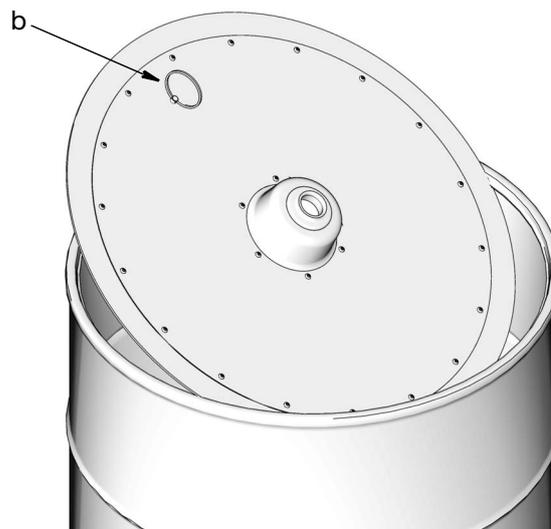

FIG. 6
4. Si se trata de una instalación existente, tire del anillo del plato seguidor (b) dentro del bidón para retirar el plato seguidor (FIG. 6). Coloque el plato seguidor sobre un trozo de papel o cartón o trapos limpios. **NO LO COLOQUE SOBRE EL PISO DEL TALLER.**